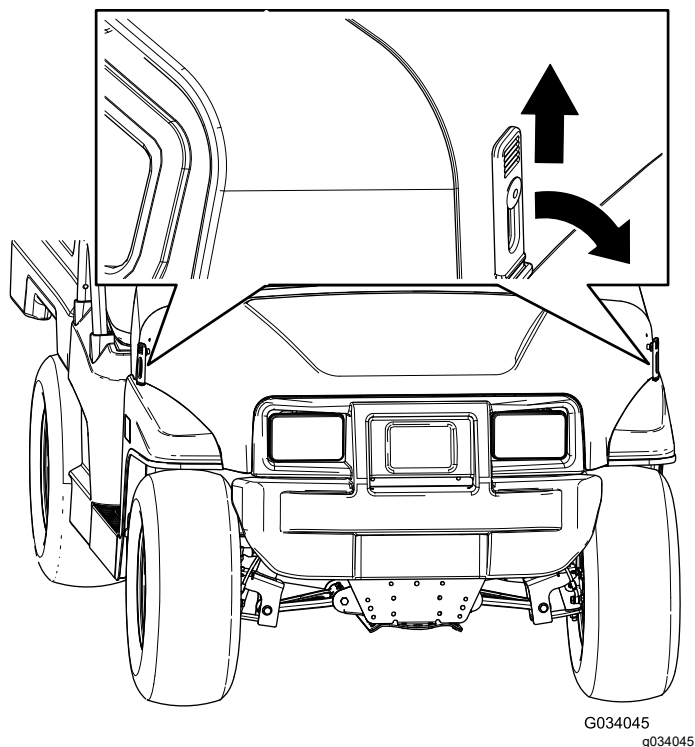

Figura 40
1. Ridicai mânerul clicheilor din cauciuc de pe fiecare parte a capotei (Figura 40).